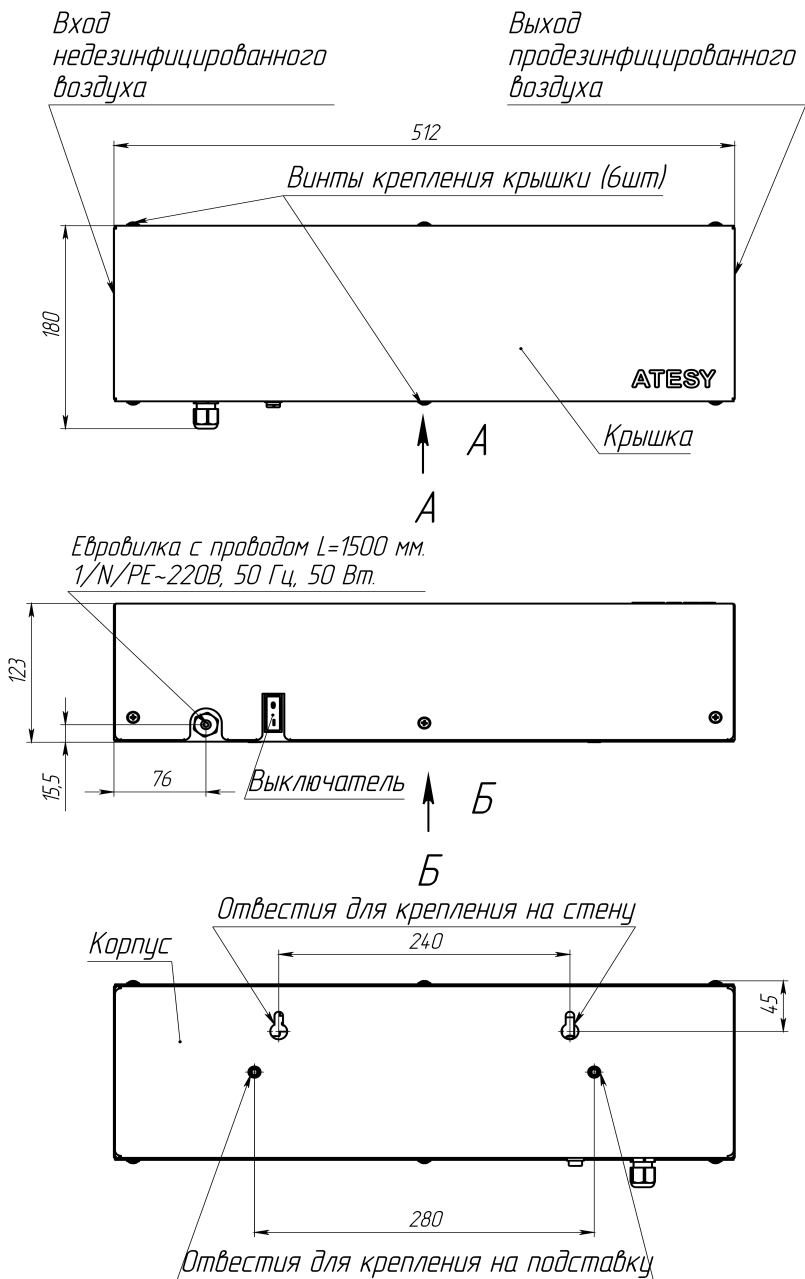

Рис. 1 Общий вид
1.6. Общий вид облучателя представлен на Рис. 1.
3.1. Установка облучателя возможна на стену или на специальную подставку производства «АТЕСИ». Для крепления на корпусе изделия предусмотрены отверстия (Рис.1).